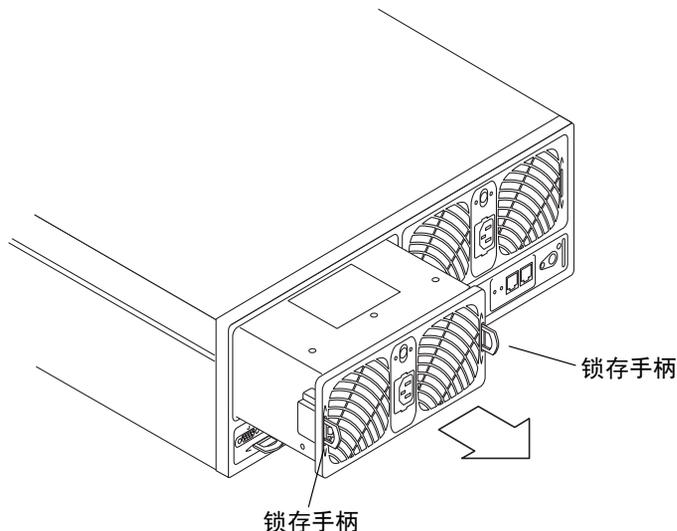

图 14-6 拆除电源和冷却装置
4. 用硬币或小螺丝刀压入并释放两个锁存手柄，解锁电源和冷却装置（图 14-6）。